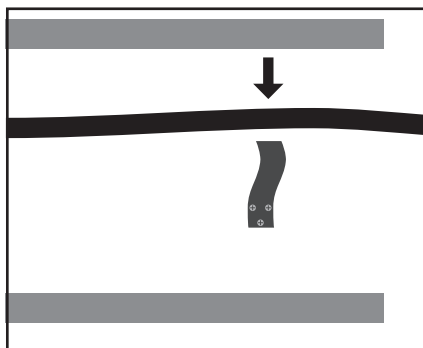

Fig. 16
1. Installez la conduite hydraulique sur toute la longueur de la plaque inférieure (Fig. 16).